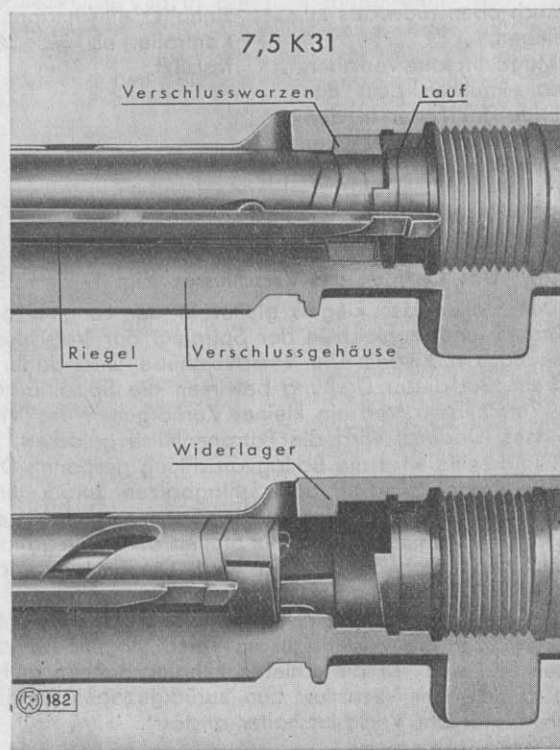

Fig. 17
25. Das Öffnen des Verschlusses (Fig. 17 und 18):
26. Das Schliessen des Verschlusses (Fig. 17 und 18):